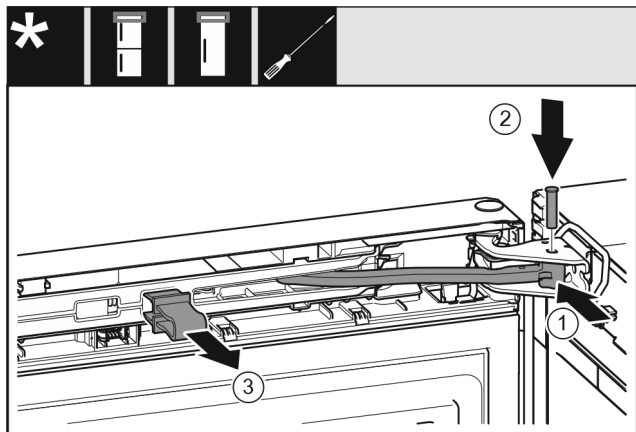

Fig. 50
- ▶ Przegub obrócić w płytce zawiasu. Fig. 50 (1)
- ▶ Sworzeń umieścić w płytce zawiasu i przegubie. Przy tym zwrócić uwagę, aby krzywka zatrzaskowa została prawidłowo umieszczona w rowku. Fig. 50 (2)
- ▶ Zdjąć zabezpieczenie. Fig. 50 (3)